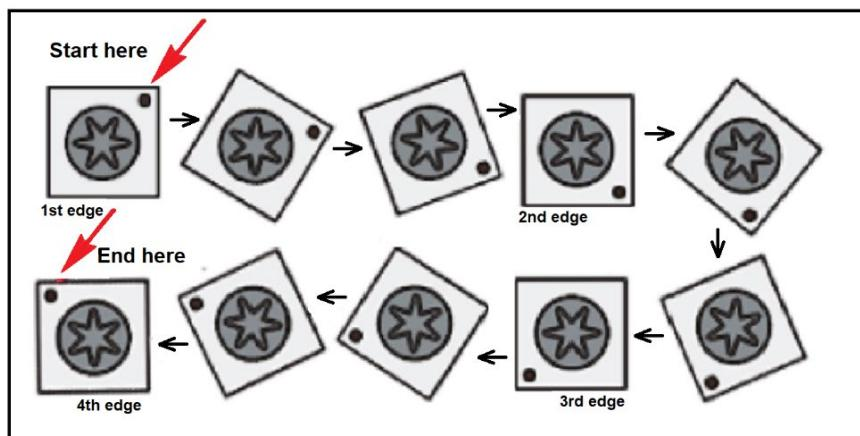

Abb. 19
- 5 Drehen Sie die Wendeplatte um 90 Grad im Uhrzeigersinn oder setzen Sie eine neue Hartmetallplatte in der "Startposition" ein (Abb. 19). Setzen Sie die Schraube in das Loch und drehen Sie sie mit dem Finger nach unten.